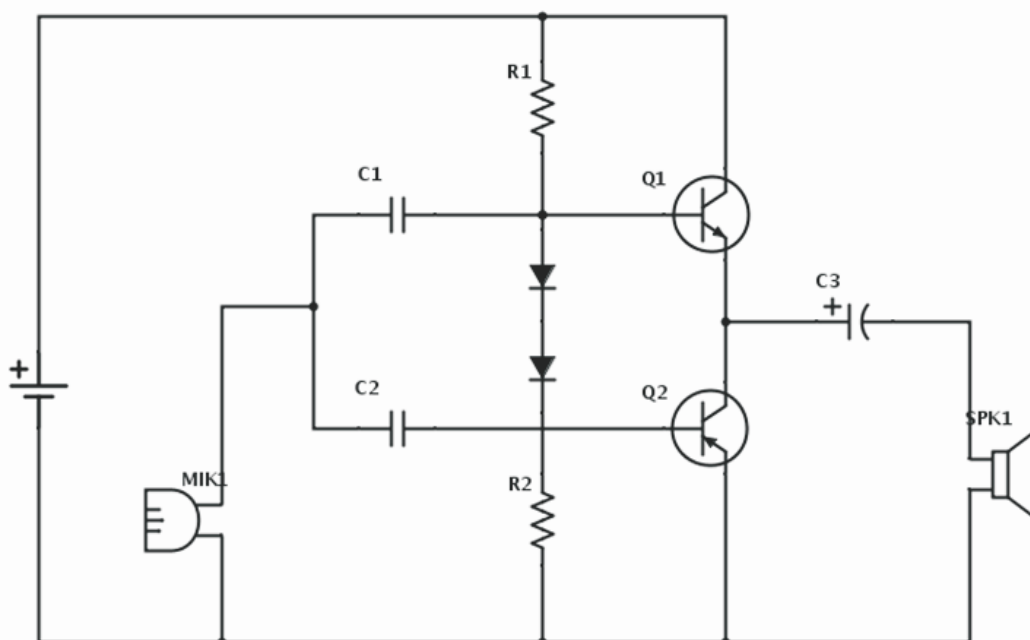

Figura 4-5
6. Ahora modifiquemos el circuito para eliminar la distorsión cruzada ya que esto resta valor a la replicación de la señal de entrada. Disminuya el voltaje de la fuente de alimentación de CC y apague la señal del generador de funciones. Inserte los dos diodos como se muestra en la Figura 4-5. Reemplace el generador de funciones con el micrófono. Aumente el voltaje de la fuente de alimentación de CC a 6 V. De nuevo, hable al micrófono. ¿Hay una diferencia perceptiblemente audible en la salida del altavoz?